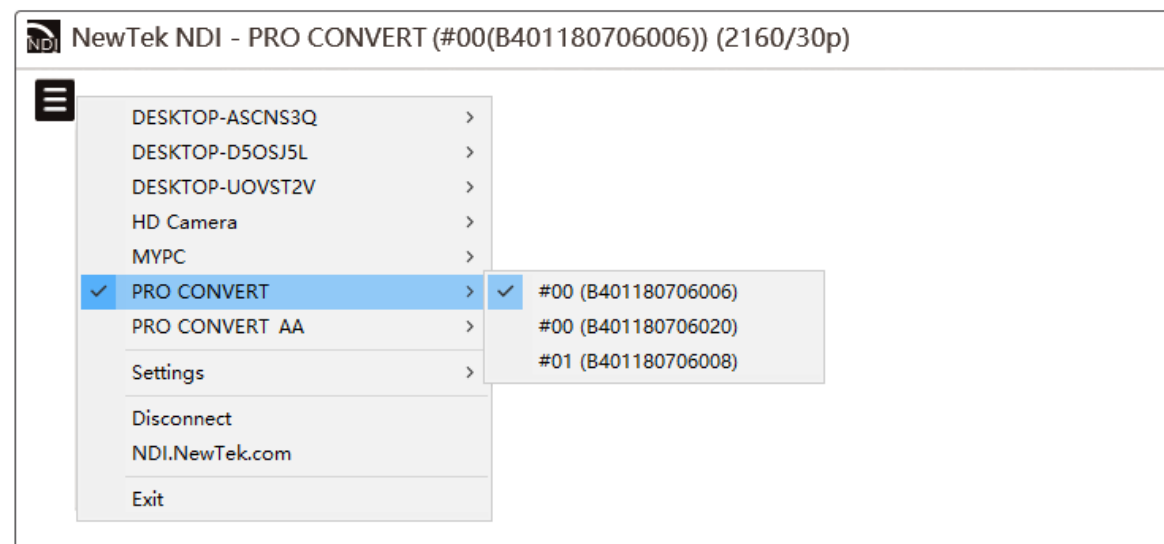

图 1. 在 NDI Studio Monitor 中选择 NDI 视频流
- 步骤 1** 参考方法 1 中的图 1. 连线示意图，将设备接入局域网，并接通电源。